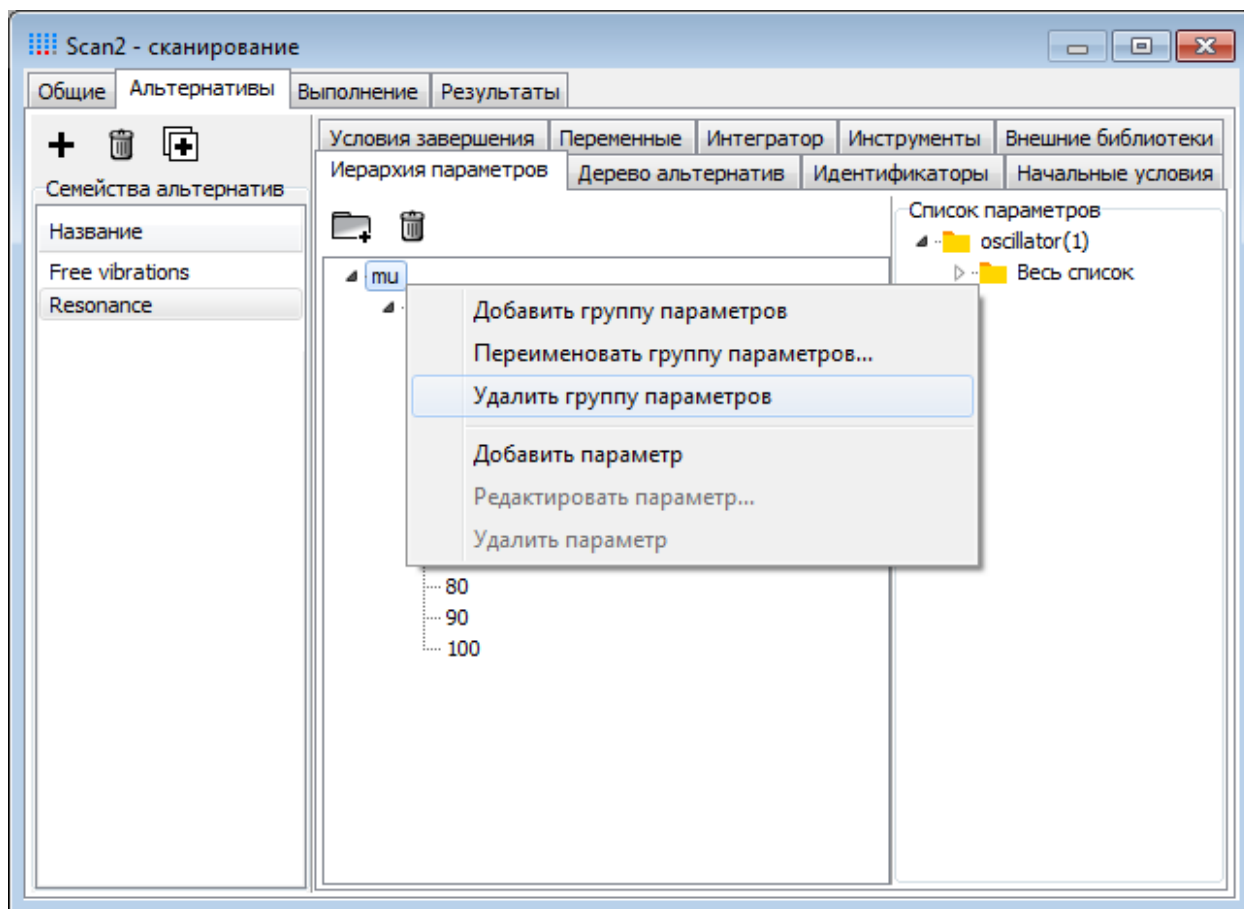

Рис. 2.10. Вынужденные колебания: иерархия параметров
4. Выберите группу параметров **mu** и выберите пункт **Удалить группу параметров** в контекстном меню, см. рис. 2.10.